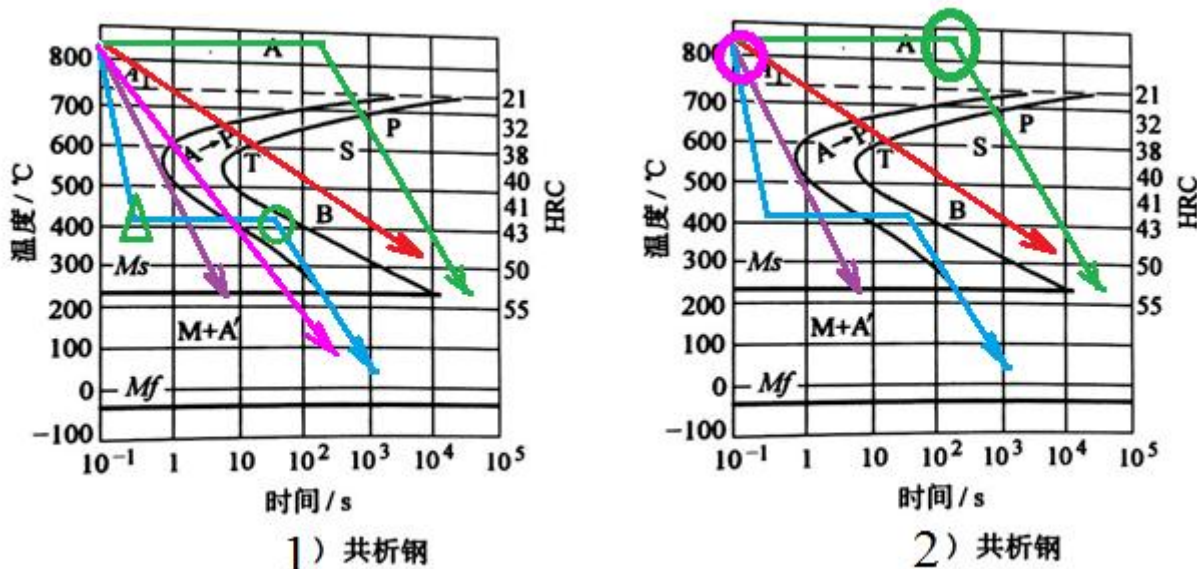

图 7 共析钢等温 C 曲线及不同冷却速度线
图 7 中的 1) 图所示为共析钢等温 C 曲线，图中有绿、红、兰、紫、玫红 5 条冷却速度线，其中绿色线与其它 4 条冷却速度线的区别是：冷却前，绿色线在高温 A 区保温了一段时间。由于过冷 A 是在低于 A₁ 线时发生相变的，我们重点要分析的是①冷却前，组织是什么？②冷却开始后，其冷却速度线是否与 C 区线相交，这对冷却后的最终组织是什么有重大影响。由 1) 图可知，冷却前，钢的组织是单一 A，在后续的冷却中也只有 A 发生相变，①问题解决。要回答②问题，需借助已学的知识。我们知道，共析钢在 A₁ 线以下发生 P 相变或发生 B 相变均需要一定的孕育期，而发生 M 相变则孕育期为 0（孕育期为过冷 A 发生相变前所停留的时间）。由图 7 中的 1) 图可知，绿色线条的等温停留时间在稳定 A 区，而非 A₁ 线以下，其等温的时间只能称为热处理工艺中的保温时间，而非孕育期。所以按绿色线冷却，分析冷却后的组织是什么，我们不能受其保温时间的干扰，需按图 7 中 2) 图所示的那样，将绿色线的冷速线由绿圈位置平移至紫圈位置。因紫色线与 C 曲线鼻子尖相切，其冷速大于 M 相变的临界速度 V_k（见前面图 5。图 5 中 V_k' 与 C 曲线相切，V_k 与 CCT 曲线相切，因 CCT 曲线比 C 曲线靠右，故 V_k' > V_k。V_k 是相变得到 M 的最小临界速度，若按 V_k' 的速度冷却，一定会发生马氏体相变），所以按紫色线冷却，最终得到的组织为 M+A'。因绿色线冷速线与紫色线平行，冷速一样，所以按绿色线冷却，最终得到的组织也是 M+A'，但因为在稳定 A 区，绿色线保温时间长，晶粒会长大，所以按绿色线冷却得到的最终组织准确地讲应为粗大的的 (M+A')。由上述分析可知，在做冷却后组织分析时，首先要保证冷却速度线在开始冷却时是从 C 曲线的纵轴处冷却的（或者说冷却开始时
1) 图中按兰色线冷却得到什么组织。①冷却前，钢的组织为单一 A。②冷却开始后，先连续冷，再等温冷却，随后又连续冷，冷速分 3 段。③在冷速第 1 段，冷却速度线没有与 C 曲线相交，不会发生 P 或 B 相变，所以在第 1 段的任何位置，钢均为过冷 A；在冷速第 2 段，为等温过程，冷速线与 B 相变区相交。能不能发生 B 相变呢？能。因为等温转变能得到 B。等温完毕，组织是 100% 的 B 吗？不是 100% 的 B，因为等温线未与 B 转变终了线相交，所以 B 转变不完全。等温结束后的组织为 B 和过冷 A。③冷速第 3 段为连续冷却，能否得到 M？要给出此问题答案，须将第 3 段的冷速与马氏体临界冷速 V_k 相比较，若其大于 V_k ，发生 M 相变，否则没有 M 相变。做题方法：将 1) 中兰色线的第 3 段由圆圈位置平移至三角位置（见图 7 的 1) 图），看平移后的冷速是否比紫色线斜率大，斜率越大，线越陡，冷速越快，则会发生 M 相变。经比较发现，第 3 段冷速与紫色线斜率相同，所以在兰线第 3 段一定会发生 M 相变。综合①②③得到，按兰线冷却，钢的最终组织为：B+M+A'。结论：A1 线下的等温冷却，一定先判断冷速线是否与相变开始线相交，若相交，一定会发生对应的相变。至于等温相变是否完成，要看等温线是否与相变终了线相交；若相交，过冷 A 无剩余；若等温线未与相变终了线相交，等温完毕过冷 A 一定有剩余。至于剩余的过冷 A 在后续连续冷却中能否发生 M 相变，须将等温后的冷却速度线平移至等温开始位置，依据平移后的冷速线是否大于 V_k 判断连续冷却过程中能否发生 M 相变，若大于 V_k ，有 M 相变发生；因 M 相变具有不完全性，还会有 A'。若小于 V_k ，未转变的过冷 A 就会留到室温。